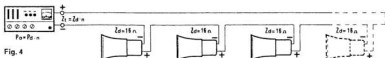

Fig. 4
a) in serie (fig. 4)
a) en série (fig. 4)